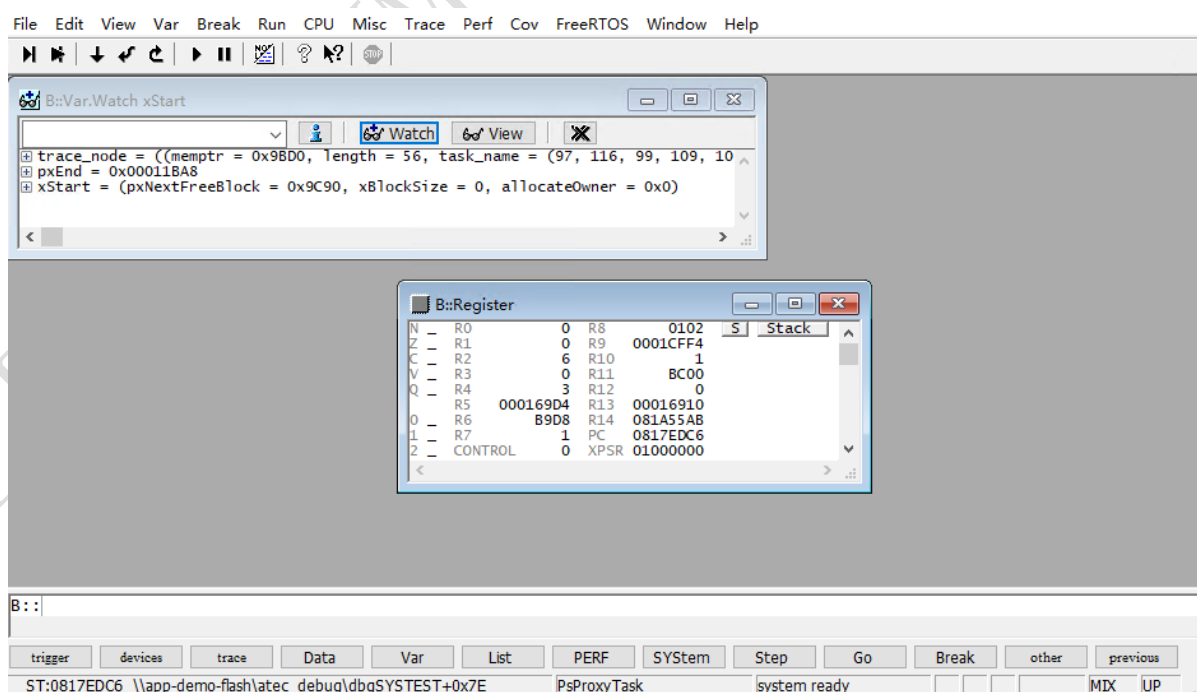

图 11-2 Trace32 运行结果
- 4、以上的信息都正确选择后，点击 OK 按钮将自动运行 TRACE32 程序。运行 TRACE32 的结果如图 11-2: